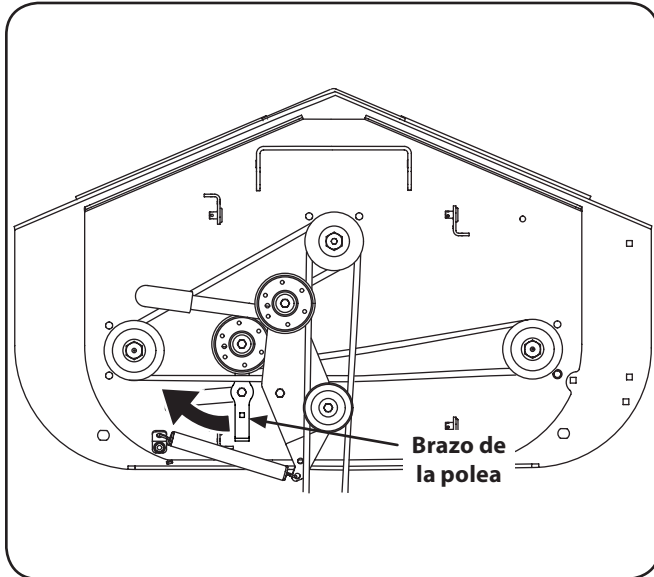

Figure 7-9
2. Retire los tornillos con arandela hexagonales que fijan las cubiertas de la correa a la plataforma y retire la correa de las poleas del husillo. Consulte la Fig. 7-9.